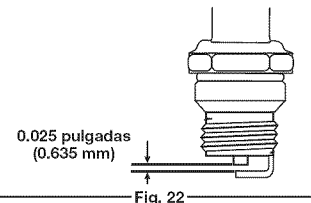

Fig. 22
4. Reemplace la bujía si está rajada, corroída o sucia. Ajuste el espacio de la bujía a 0.025 pulgada (0.635 mm) con la ayuda de un calibrador de hoja (Fig. 22).